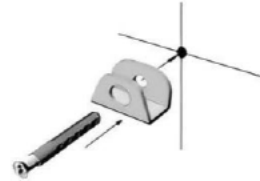

Fig. 6
3. Introduire les deux chevilles (D) dans les deux trous et fixer les deux crochets (C) avec les deux vis (D) (Figure 6 & 7).